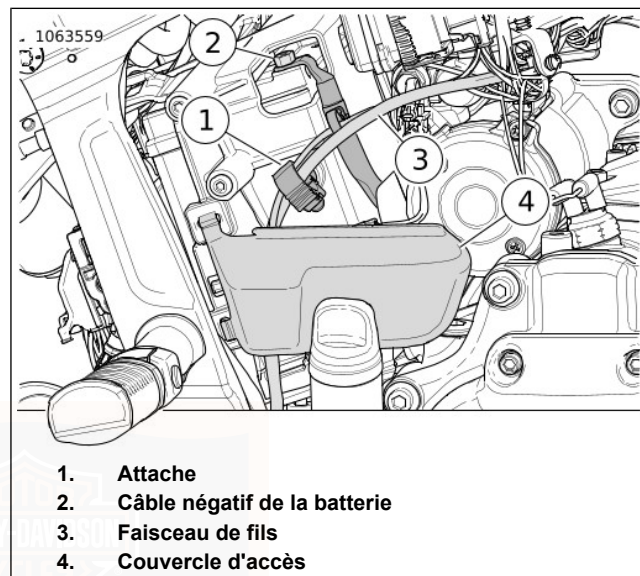
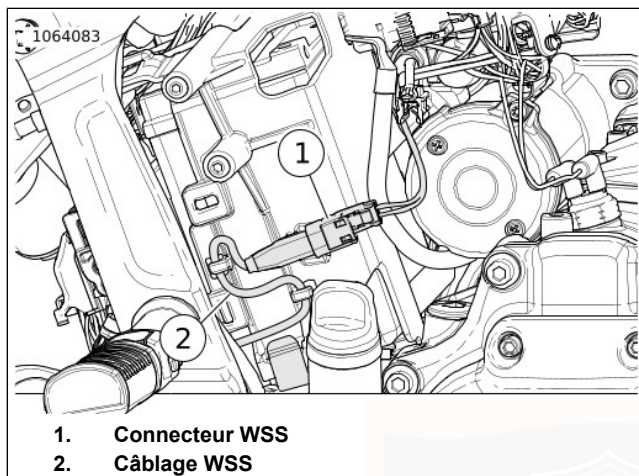
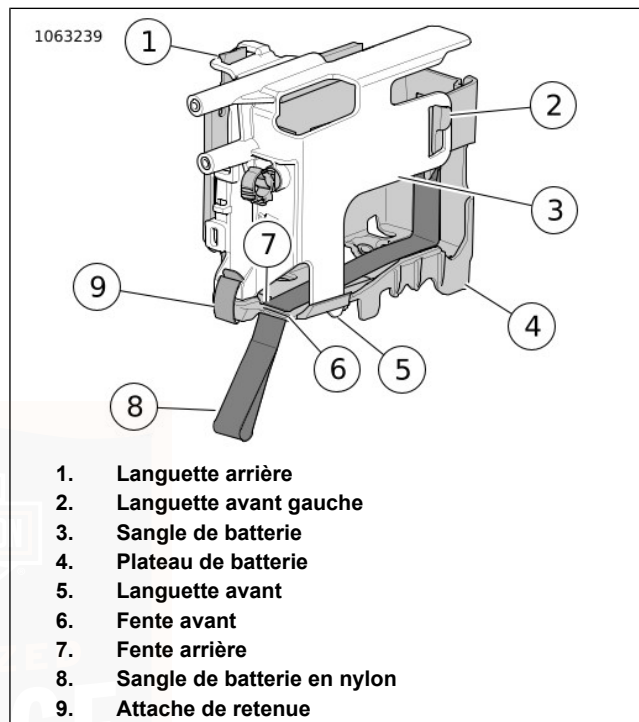

Figure 68. Câble négatif de la batterie et couvercle d'accès
Figure 69. WSS et câblage
Figure 70. Sangle et plateau de batterie : (retirés pour la clarté de l'illustration)
3. Voir Figure 68. Débrancher le câble négatif de la batterie (2).
4. Déposer le couvercle d'accès (4).
5. Ouvrir l'attache (1) et mettre de côté le faisceau de fils (3).
6. Voir Figure 69. Déconnecter le connecteur Capteur de vitesse de roue (WSS) (1).
7. Déposer le câblage WSS (2) des languettes d';;acheminement, puis retirer le câblage de la sangle de batterie.
8. Voir Figure 70. Déposer la sangle de batterie.
- a. Déverrouiller l'attache de retenue (9).
- b. Déconnecter la languette arrière (1) entre la sangle de batterie (3) et le plateau de batterie (4).
- c. Déconnecter la languette avant gauche (2) entre la sangle de batterie et le plateau de batterie.
1. Voir Figure 70. Poser la batterie.
- a. Positionner la sangle de batterie en nylon (8) au bas du plateau de batterie (4).
- b. Faire passer la sangle de batterie en nylon dans la fente arrière (7) du plateau de batterie.
4. Poser la sangle de batterie (3).
- b. Connecter la languette avant gauche (2) sur la sangle de batterie au plateau de batterie.
- c. Connecter la languette arrière (1) sur la sangle de batterie au plateau de batterie.
- d. Verrouiller l'attache de retenue (9).
5. Voir Figure 69. Poser le câblage WSS (2) sur la sangle de batterie.
6. Brancher le connecteur WSS (1).
7. Voir Figure 68. Positionner les faisceaux de fils (3) et l'attache de verrouillage (1).
8. Connecter le câble négatif de la batterie (2) à la borne négative de la batterie. Serrer. 8,1–10,8 N·m (72–96 in-lbs)
9. Poser le couvercle d'accès (4).